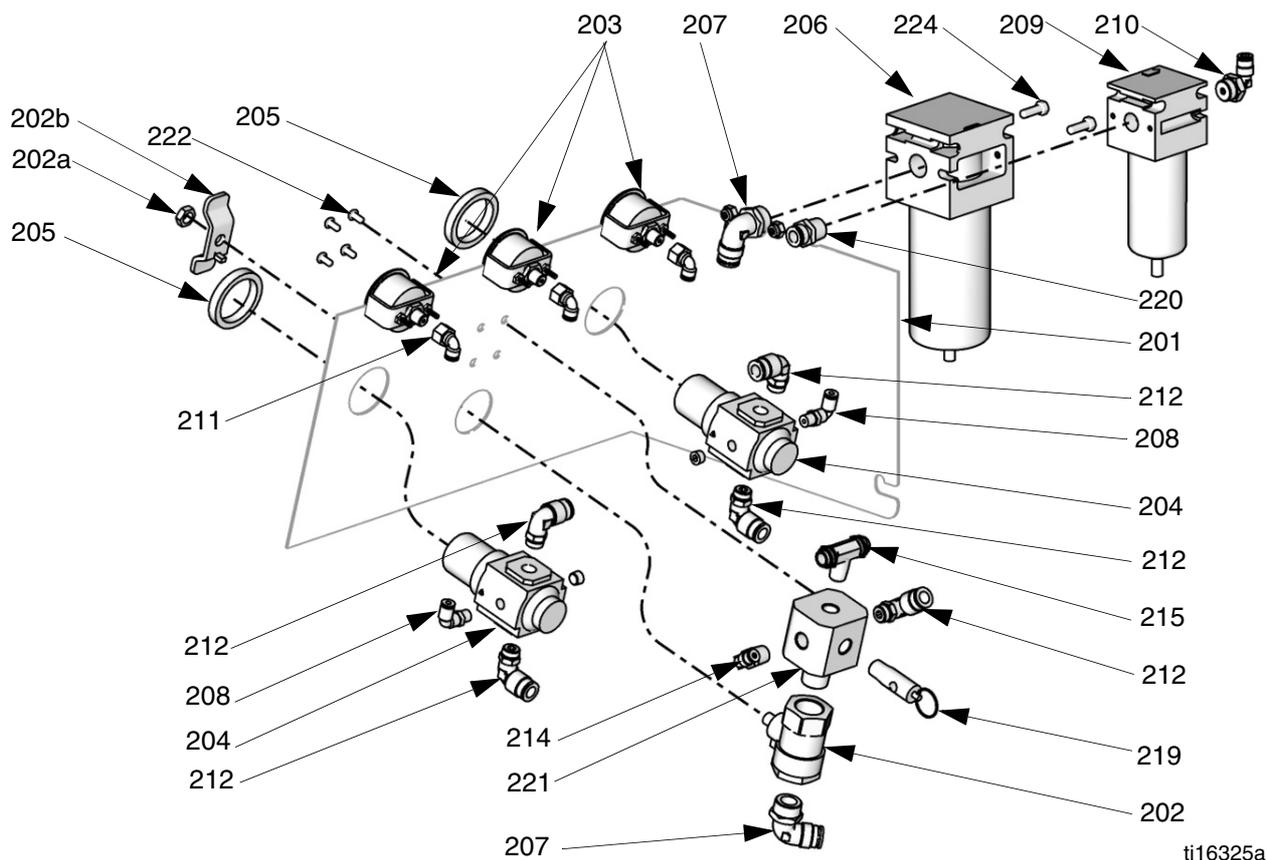

FIG. 18. Comandi pneumatici, Sistema a pompa
Vedere la FIG. 18, pagina 26, per un diagramma completo dei comandi pneumatici della pompa.
2. Vedere FIG. 18, pagina 26. Rimuovere il dado del regolatore (205) e scollegare i condotti dell'aria verso il regolatore (204).
2. Vedere FIG. 18, pagina 26. Rimuovere dado (202b) e manico (202a) dalla parte anteriore della piastra di controllo dell'aria.
3. Rimuovere quattro viti (222) dalla parte anteriore della piastra di controllo dell'aria.
6. Scollegare la valvola a sfera (202) e la valvola di sicurezza (219). Sostituire i componenti secondo necessità, compreso il collettore. Vedere **Comandi pneumatici, modelli con pompa 24F088-24F115 e 24Z017-24Z018**, pagina 42.